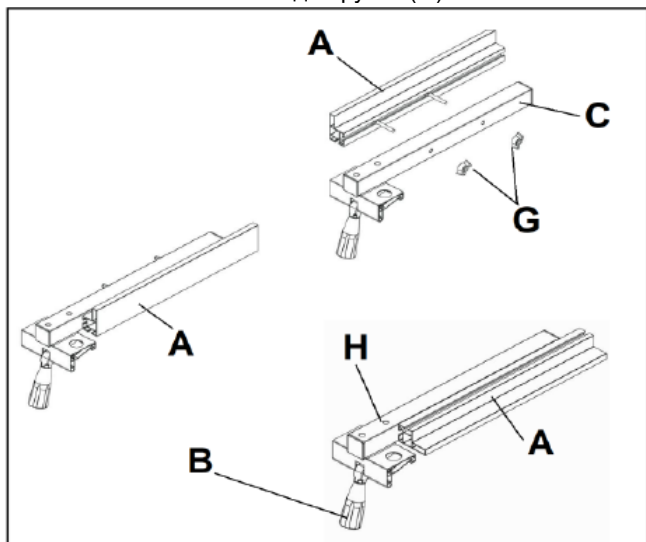

Рисунок 23
- Ослабьте и снимите две ручки (G, Рис. 23).
- Установите на место две ручки (G).
- Установите упор на направляющую (C, Рис. 23).
- Затяните стопорный рычаг (B, Рис. 23), чтобы зафиксировать упор.